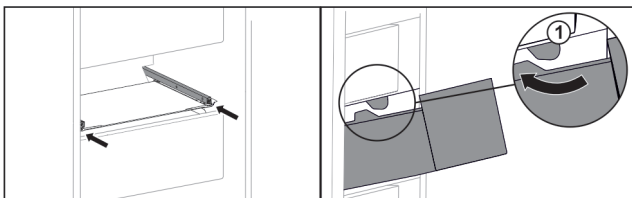

Fig. 134
- ▶ Schubfach um die Stopper Fig. 134 (1) herumführen.